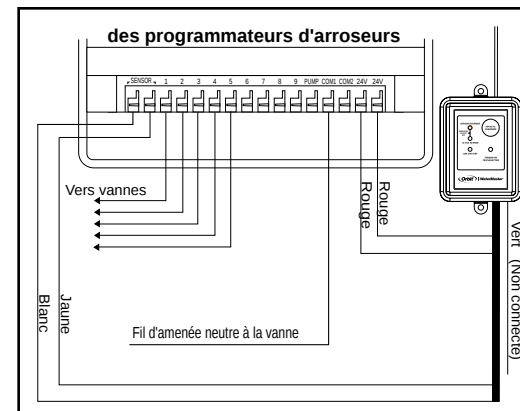

Figure 5: Câblage du minuteur de l'arroseur avec bornes de détecteur sans pompe d'appoint
2. Vérifiez que votre minuteur ne possède pas de bornes pour détecteurs pré installés. Si le minuteur n'a pas de borne de détecteur, passez à l'étape 3. S'il en possède une, prendre le fil du récepteur de pluie / gel et connecter le fil blanc (neutre) à une borne du détecteur et le fil jaune (normalement fermé) à l'autre. (voir figure 5) Passer à l'étape 5.
2. Vérifiez que votre minuteur ne possède pas de bornes pour détecteurs pré installés. Si le minuteur n'a pas de borne de détecteur, passez à l'étape 3. S'il en possède une, prendre le fil du récepteur de pluie / gel et connecter le fil blanc (neutre) à une borne du détecteur et le fil jaune (normalement fermé) à l'autre. (voir figure 5)